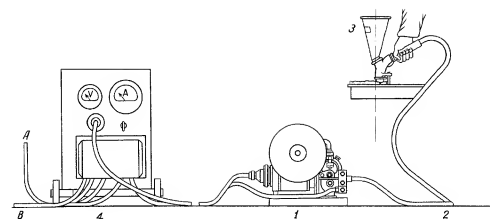

Рис. 1. Схема шлангового полуавтомата ППШ-5:
4. Mobile control box (Fig. 1).